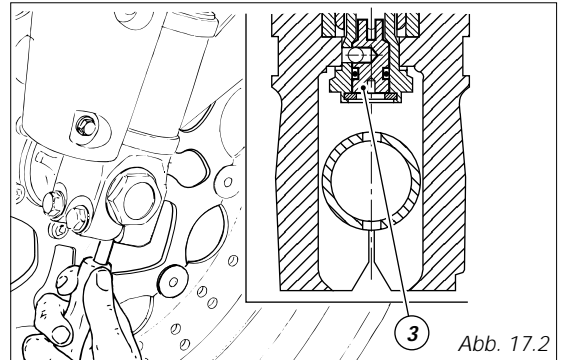

Abb. 17.2
- 3) (Abb. 17.2) zur Änderung der hydraulischen Dämpfung in der Druckstufe.*
Um die Einstellschraube (3) zu betätigen, muss man einen 3 mm-Inbusschlüssel, so wie auf der Abbildung 17.2, dargestellt durch die Bohrung führen.